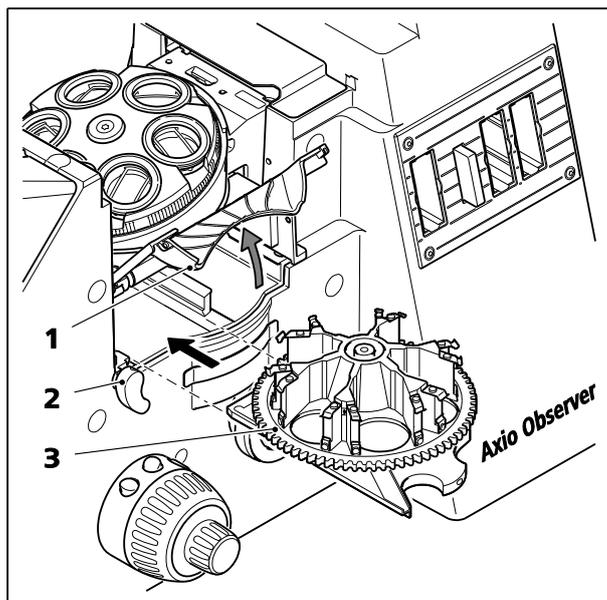
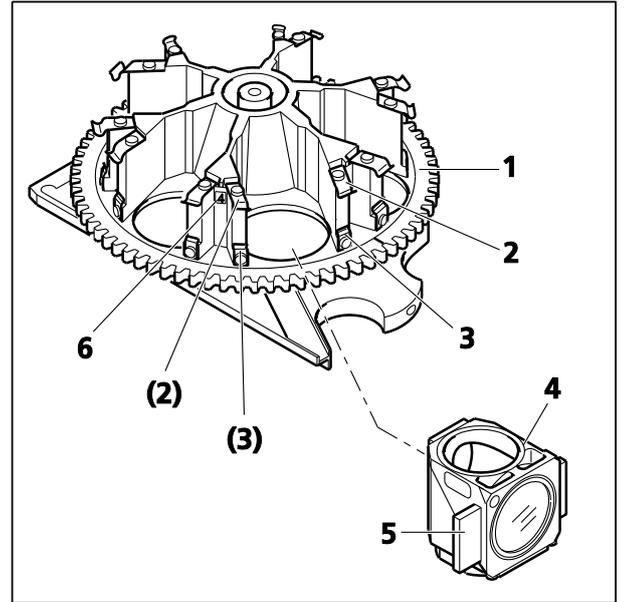

Fig. 34 Montage de la tourelle porte-rélecteurs
Fig. 35 Installation des modules réflecteurs
- Faire pivoter le levier de verrouillage (Fig. 34/2) vers le bas et ouvrir le capot (Fig. 34/1).
- Insérer la tourelle porte-rélecteurs chargée ou déchargée (Fig. 34/3) dans l'ouverture sous la tourelle porte-objectifs jusqu'en butée.
- Fermer le volet de protection (Fig. 34/1) et faire pivoter le levier de verrouillage (Fig. 34/2) vers le haut.
- Faire pivoter le levier de verrouillage (Fig. 34/2) vers le bas et soulever le capot (Fig. 34/1).
- Tirer la tourelle porte-rélecteurs (Fig. 34/3) ou (Fig. 35/1) hors du support jusqu'à la première butée (ou la retirer complètement du support et la placer sur une surface adaptée (bureau stable)).
- Insérer les modules réflecteurs (Fig. 35/4) dans la position du réflecteur correspondante en fonction de l'association de filtres (voir marquage de position Fig. 35/6), en commençant par la position 1 (le filtre d'émission est en bas). Pour insérer les modules réflecteurs, insérer les éléments support (Fig. 35/5) à gauche et à droite du module dans les deux clips à ressort inférieurs (Fig. 35/3) en diagonale par le haut, puis pousser le module contre les clips à ressort supérieurs (Fig. 35/2) depuis l'avant, jusqu'à ce qu'il s'enclenche.